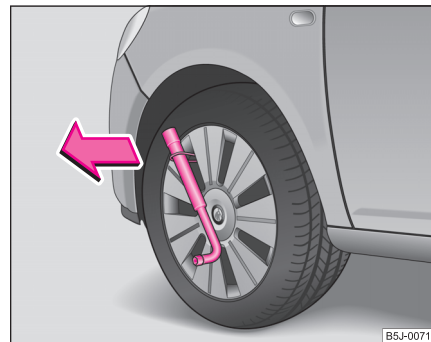

Fig. 168 Demontarea capacului de roată
- Introduceți cheia de roată prin mâner, sprijiniți cheia de roată și trageți capacul ⇒ fig. 168.